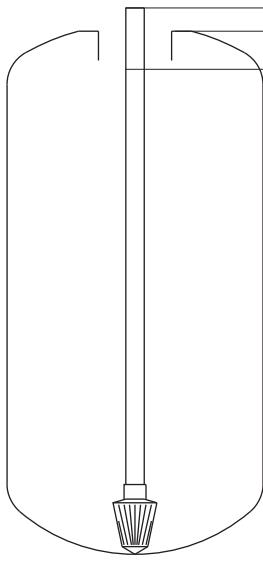

Рис. 3. Обрезка трубы дистрибутора
12. Обрежьте трубу дистрибутора в соответствии с рис. 3. При использовании адаптера для установки управляющего клапана указанный размер отсчитывается **после установки адаптера**.